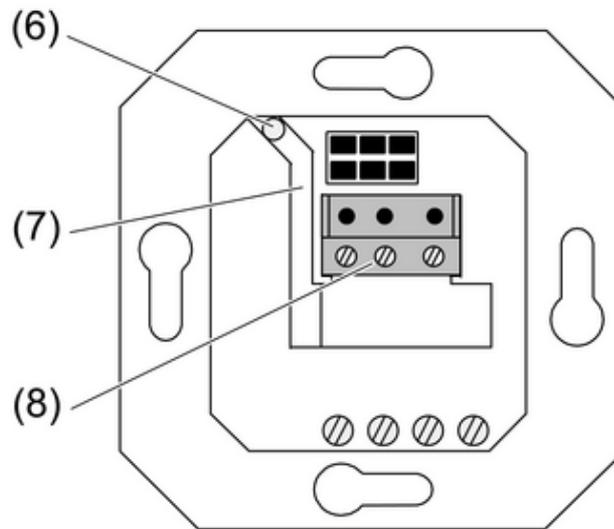
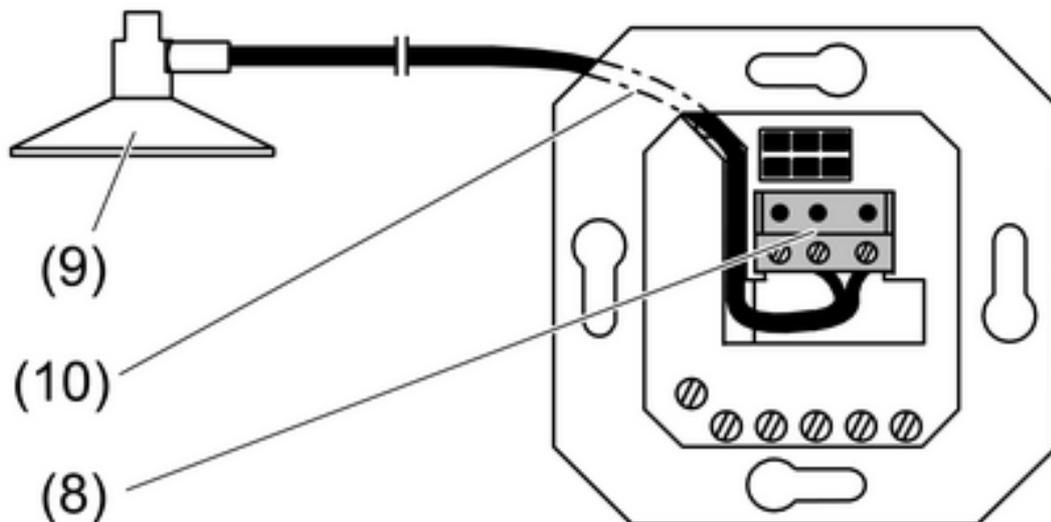

Figure 4: Pose encastrée du câble de capteur
Figure 5: Pose en saillie du câble de capteur
Le câble de capteur peut être installé de trois manières différentes. Pose encastrée (figure 4), pose en saillie (figure 5) et, avec les garnitures correspondantes, branchement du câble de capteur sur la garniture (figure 6).
- Insérer le câble par l'alésage (6) du mécanisme et le guider à travers le caniveau (7) jusqu'au répartiteur (8) (figure 4).
- Couper la fiche pour la pose en saillie du capteur interne (9).
- Guider le câble de capteur derrière la plaque d'appui (10) à travers le caniveau jusqu'à la borne de raccordement (8) (figure 5).